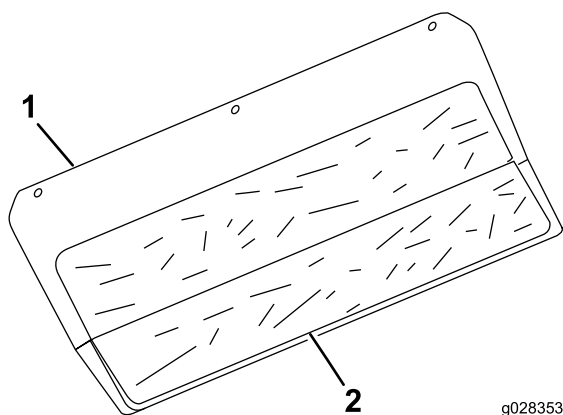

Figura 4
6. Rimuovete la pellicola e applicate il materiale autoadesivo dello schermo termico sul lato motore del pannello posteriore, posizionandolo come illustrato nella Figura 4.